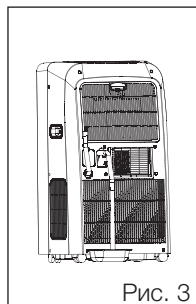

Рис. 3
- При необходимости можно организовать непрерывный отвод конденсата из кондиционера. Откройте крышку, предназначенную для заправки воды. Найдите патрубок для подсоединения сливного шланга. Подсоедините сливной шланг (входит в комплект поставки кондиционера) к соединительному патрубку. Свободный конец шланга поместите над канализационным отверстием или опустите в сливной бак вместимостью 8 литров (см. рис. 3 и 4).
- Подсоедините сливной шланг (входит в комплект поставки кондиционера) к соединительному патрубку. Свободный конец шланга поместите над канализационным отверстием или опустите в сливной бак вместимостью 8 литров (см. рис. 3 и 4).